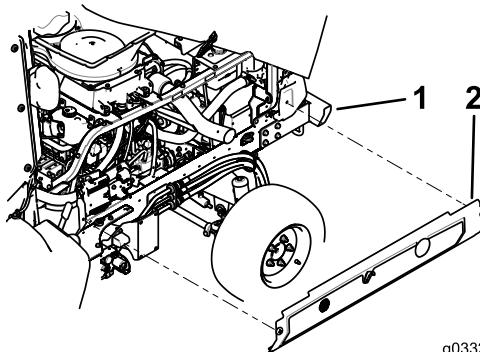

Bild 4
5. Bringen Sie die Seitenplatte mit den aufbewahrten Befestigungen an der Maschine an (Bild 4).